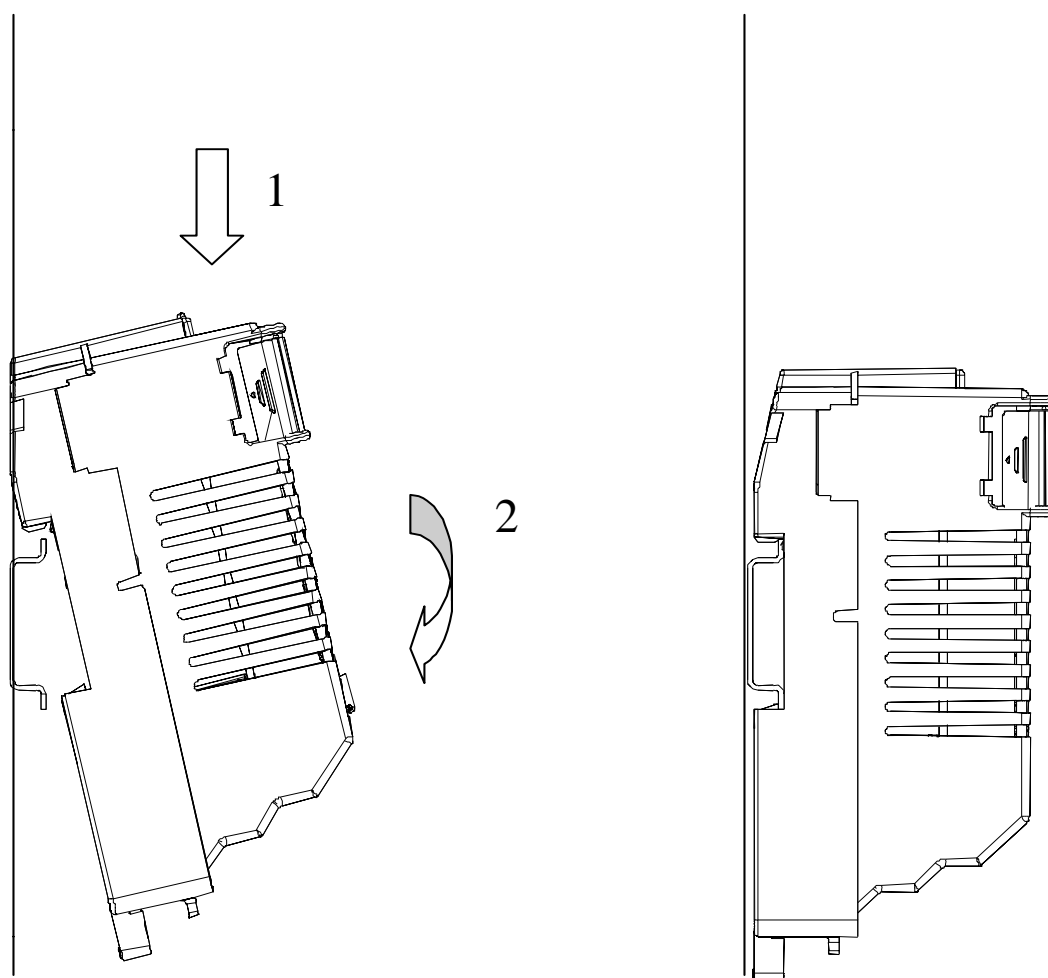

Figura 5-4. Instalação do Módulo
1. encostar o módulo na superfície do painel de montagem, conforme Figura 5-4;